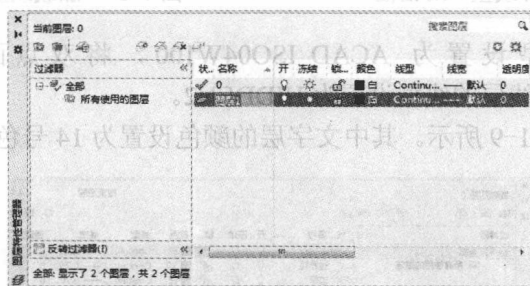

图 1-4 新建图层
1. 单击“图层”面板中“图层特性”按钮，弹出“图层特性管理器”对话框。单击对话框中的“新建图层”按钮或按〈Enter〉键，则新建一个图层，系统默认该图层的名称为“图层 1”，如图 1-4 所示。